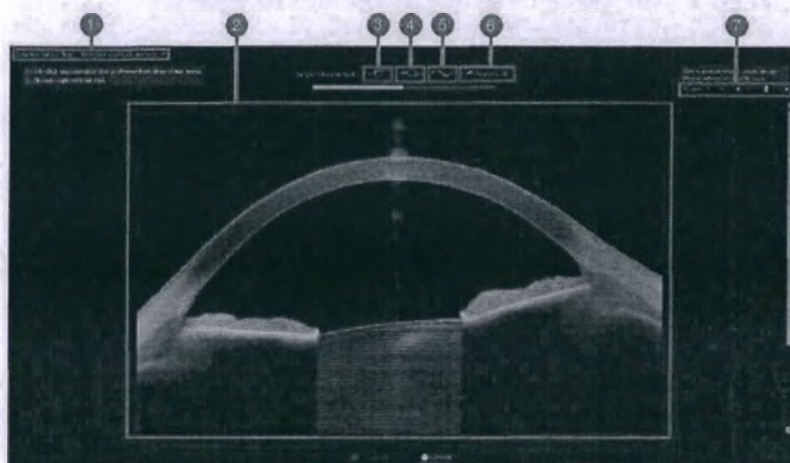

Рис. 72. Редактирование сегментации
2. ► Либо нажмите на нужную линию сегментации, либо выберите нужную анатомическую структуру для редактирования из раскрывающегося списка «Линия сегментации» (рис. 72 (1))
- Инструмент «Круг» (рис. 72 (3))
- Инструмент «Ластик» (рис. 72/4)
- Инструмент редактирования узла (рис. 72/5)